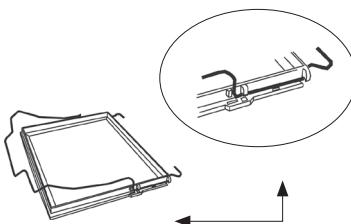

Рис. 2
1. Вставьте металлическую пружину в пазы на несущей рамке, как показано на рис. 2, но только с одной стороны.